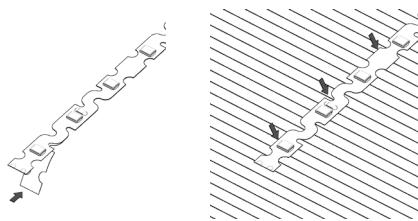

Рисунок 7.
5.12. Подготовьте необходимый отрезок ленты. Удалите защитную пленку с поверхности клейкой ленты. Приклейте ее на место установки. Проклейка ленты должна быть равномерной (см. рисунок 7).